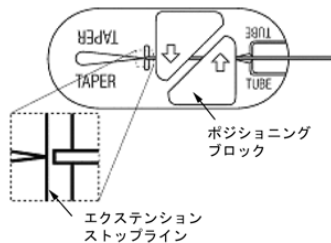

図1 (インサクションデバイス)
3. 本品のガイドワイヤー接続部をインサクションデバイスのTUBEと書かれている溝に挿入する。本品はポジショニングブロックを約1mm越えたところで、エクステンションストップラインに突き当たる。(図1)